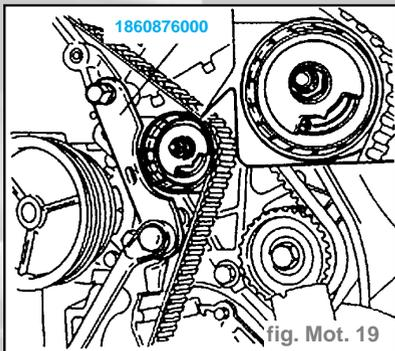

fig. Mot. 19
- En agissant sur l'outil pour le réglage de la tension, mettre le tendeur de courroie en position de réglage de la tension maximum, ensuite, bloquer l'écrou du tendeur (fig. Mot. 19).